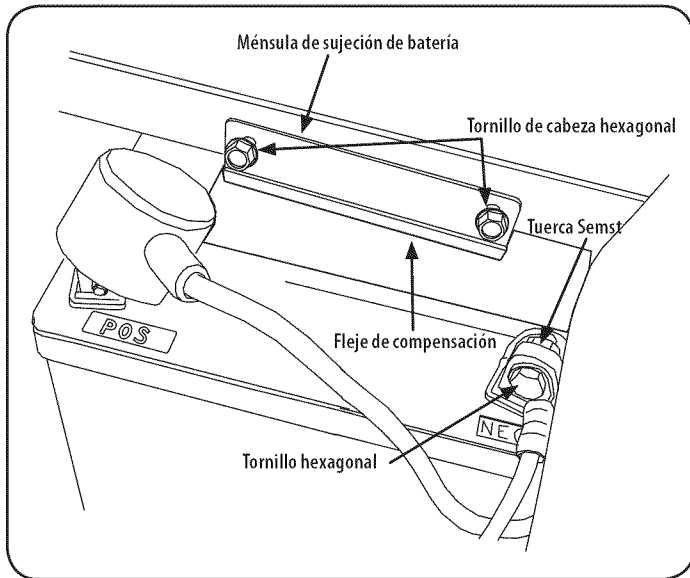

Figura 19
1. Quite los dos tornillos autorroscantes hexagonales del soporte de sujeción de la batería y retire el soporte. Preste atención para no perder el fleje de compensación de la base del soporte. Vea la Figura 19.